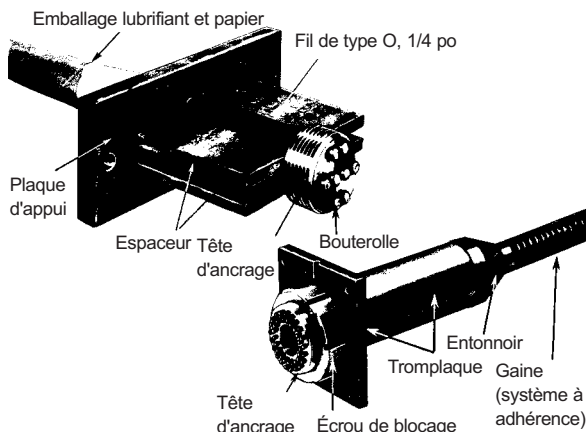

Figure 1.16 : Systèmes de contrainte câble
- 3) **Systèmes à câbles** (figure 1.16)